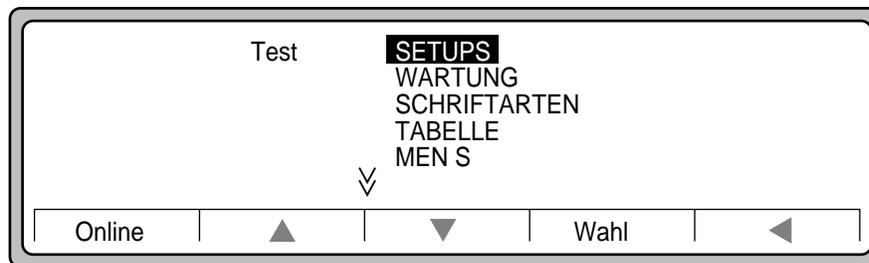

Abbildung 2-88 Untermenü Test
2. Wählen Sie **SETUPS** in dem Untermenü Test aus (siehe Abbildung 2-88), und drücken Sie die Taste **Wahl**.